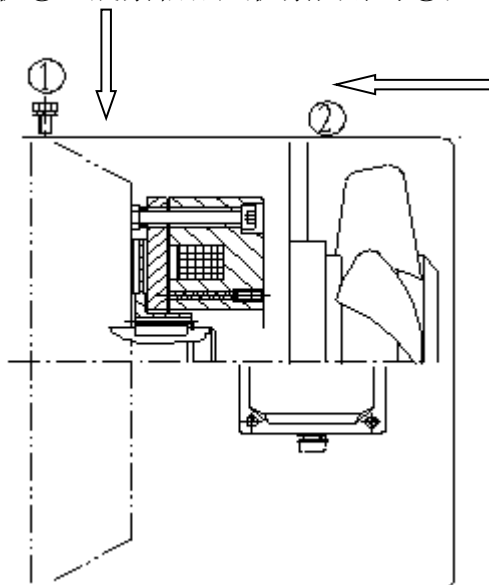

图 9.3-9c
- (3) 如图 9.3-9c, 装上轴流风机②、旋紧轴流风机紧固螺钉①;